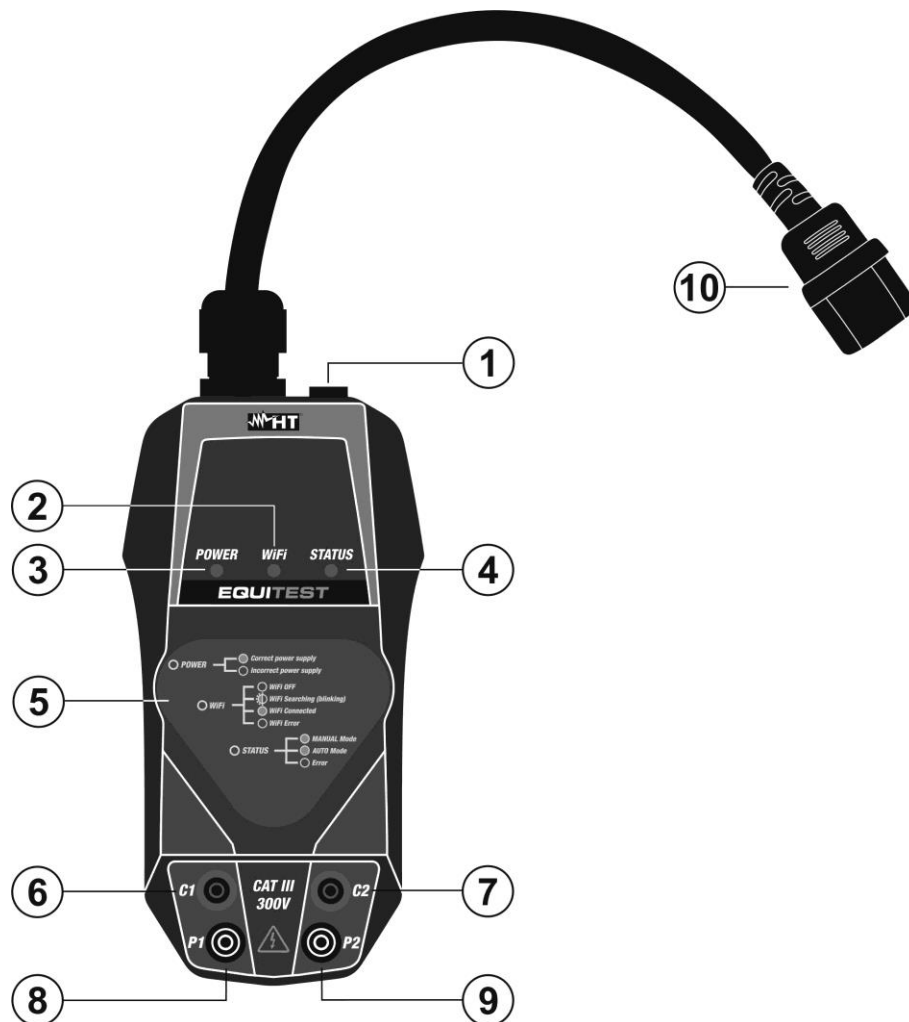
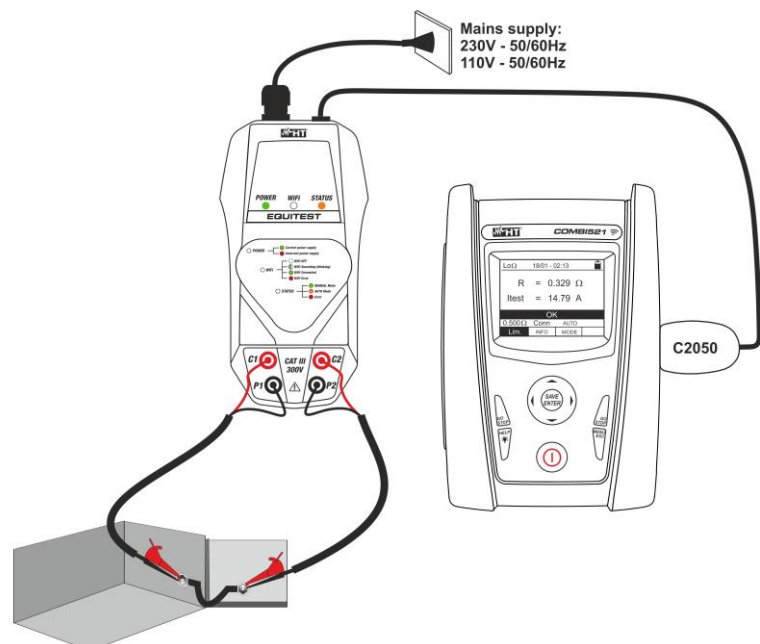

Abb. 1 Beschreibung des Instruments
Abb. 3 Verwendung des Instruments mit MASTER-Einheit
- Verbinden Sie das Instrument mit dem Netz mittels des mitgelieferten Netzkabels (siehe Abb. 1 – Teil 10). Die **POWER** LED schaltet auf dauerhaftes **grün** ein, um die korrekte Versorgungsspannung anzugeben, die **STATUS** LED schaltet auf konstantes **grün ständig** ein, um den Betrieb des Instruments **im manuellen Modus** anzugeben (siehe die Bedienungsanleitung des MASTER Instruments), die **WiFi** LED schaltet sich **grün blinkend** ein, um anzugeben, dass das Instrument versucht (wenn verfügbar) eine WiFi-Verbindung mit einem externen Mobilgerät über die **HT Equitest** APP (siehe § 5.2) und hat keine Funktionalität in der Verbindung mit dem MASTER-Instrument
- Verbinden Sie das Instrument mit dem MASTER Instrument (siehe Abb. 3) durch das mitgelieferte Kabel **C2050** (siehe Abb. 1 – Teil 1)
4. Verbinden Sie die zwei schwarzen Kabel des Kabelsatzes **C7000** mit den Eingangsbuchsen **P1** und **P2**, und die zwei roten Kabel mit den Eingangsbuchsen **C1** und **C2** (siehe Abb. 3)
5. Verbinden Sie die Krokodilklemmen des Kabelsatzes **C7000** mit den Enden des zu testenden Gegenstandes (siehe Abb. 3).
7. Bei Auswahl des **automatischen Modus** am MASTER Instrument (Messung aktiviert ohne Drücken der **GO/STOP** Taste), prüfen Sie, ob die **STATUS** LED konstant **orange anzeigt**. Verbinden Sie die Krokodilklemmen mit den Enden des zu testenden Gegenstandes (siehe Abb. 3), um den Test automatisch zu aktivieren.
- Verbinden Sie das Instrument mit dem Netz mittels des mitgelieferten Netzkabels (siehe Abb. 1 – Teil 10). Die **POWER** LED schaltet auf dauerhaftes **grün** ein, um die korrekte Versorgungsspannung anzugeben, die **STATUS** LED schaltet auf konstantes **grün ständig** ein, um den Betrieb des Instruments **im manuellen Modus**